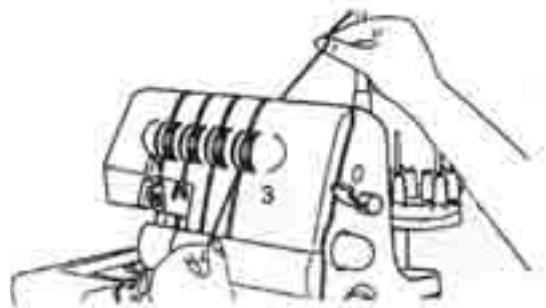

Fig. 21
3. Hold tråden fast med fingrene, og før den ind mellem skiverne i trådspændingsvælgeren ❶, og træk den så ned (3) (fig. 21).